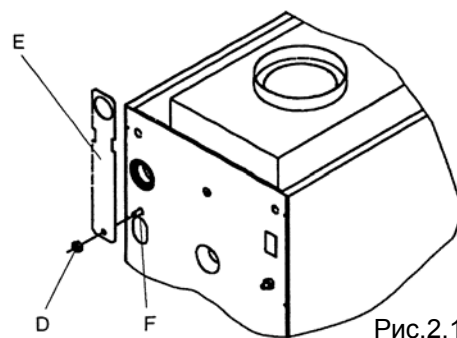

Рис.2.11
- отвинтите гайку D верхнего заднего болта (рис. 2.11);
- поставьте вторую проушину E на болт F по диагонали по отношению к первой проушине (рис. 2.11);
- привинтите на место гайку D (рис. 2.11);